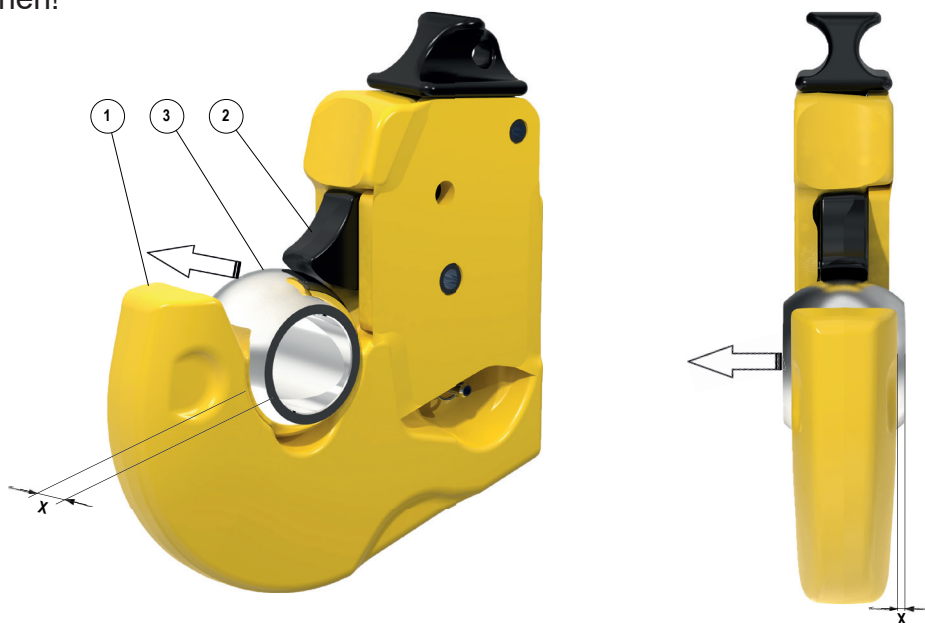

Abb. 3. Unterlenkerfanghaken
Legen Sie die unter Punkt 2, als in Ordnung, geprüfte Kugel (3) seitlich in Pfeilrichtung und gegen die Sperrklinke (2) an. Messen Sie nun den Mindestüberstand an der gegenüberliegenden Seite (s. Abb. 3.).